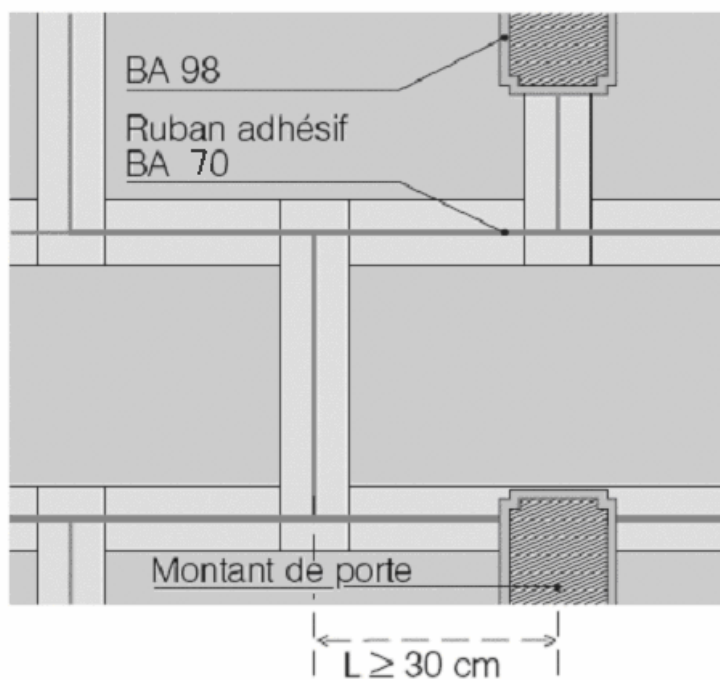

Figure 3 - Traitement d'un seuil de porte (vue de dessus)
- au moins une plaque d'OKAPHONE II doit dépasser du seuil de 30 cm ou plus (figure 3).